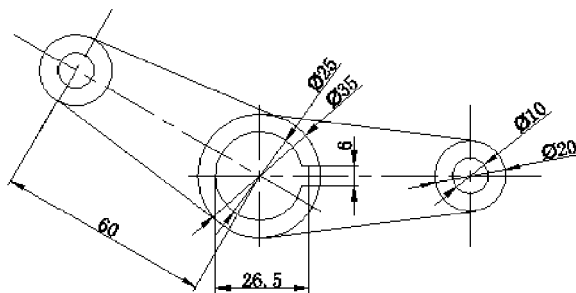

图 8-53 标注圆尺寸
2) 按空格键/回车键或单击【标注】工具栏 | 【直径】按钮 , 同样操作标注其他直径尺寸，结果如图 8-53 所示。